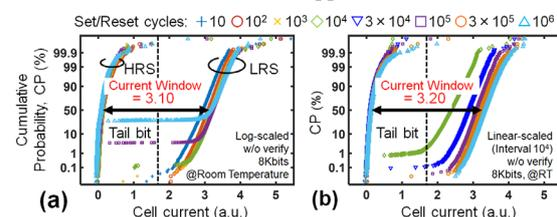
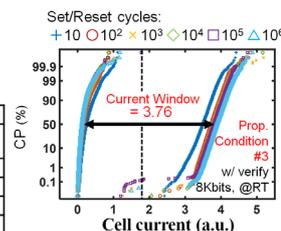

図 1 従来の緩和効果による電流値の累積度数分布 (a)対数スケール (b)線形スケール
図 2 提案の AER による電流値の累積度数分布 (条件 3)
組合せ最適化問題は、問題が大きくなると計算量が爆発的に増える。そのため、シミュレーティッド・アニーリングを用いた、高速かつ低消費電力である ReRAM (Resistive Random Access Memory) のコンピューション・イン・メモリ (CiM) が注目されている。しかし、ReRAM デバイスは、従来の緩和効果では書き換え回数により Bit-error rate, BER が増える (図 1) [1]。本論文では、ReRAM を高信頼化し、シミュレーティッド・アニーリング (SA) のアルゴリズムを ReRAM CiM にマッピングすることで、組合せ最適化問題の 1 つであるナップサック問題を解く。ReRAM CiM の量子ビット数と BER の影響を、ナップサック問題の最適解を得る確率にて評価する [2]。
ReRAM の高信頼化のため、DC read による緩和効果を書き換え回数に適応させる Adaptive Endurance Relaxation, AER を提案する。表 1 に提案する AER の DC read 間隔を示す。AER は、従来の対数スケール (図 1(a)) および線形スケール (図 1(b)) による緩和効果に比べ、最大で 100%、BER を削減できる。また、提案の条件 3 の Current Window (累積度数が 50% のときの HRS と LRS の電流値の差異) は、従来の対数スケールの緩和効果に比べ 21.2% 広がる (図 2)。